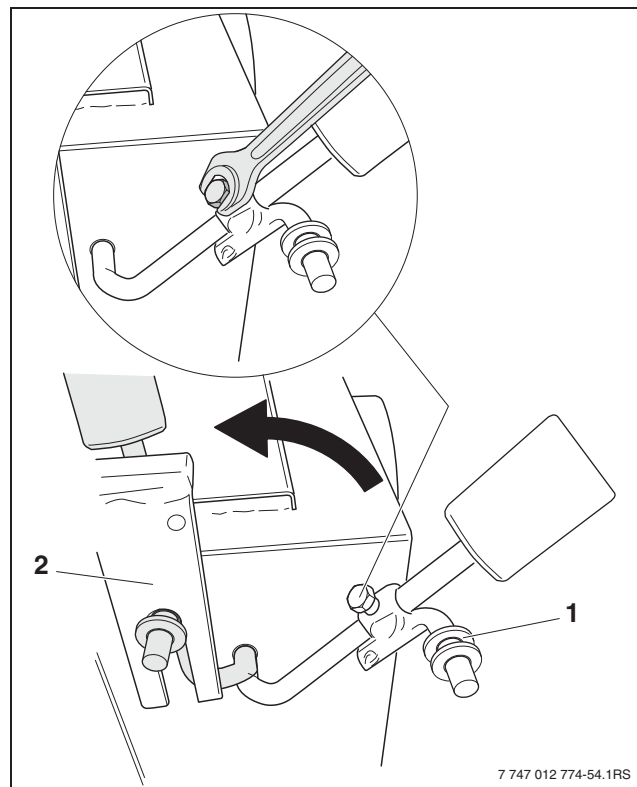

Figura 15 Montarea tijei de reglare
- Pe partea posterioară a cazanului de încălzire: se slăbește cu o cheie fixă de 10 mm șurubul de reglare al cârligului de ghidare (-> Figura 15, poz. 1) la greutatea clapetei de încălzire.
- Se introduce cârligul de ghidare în furca tijei de reglare (-> Figura 15, poz. 2).